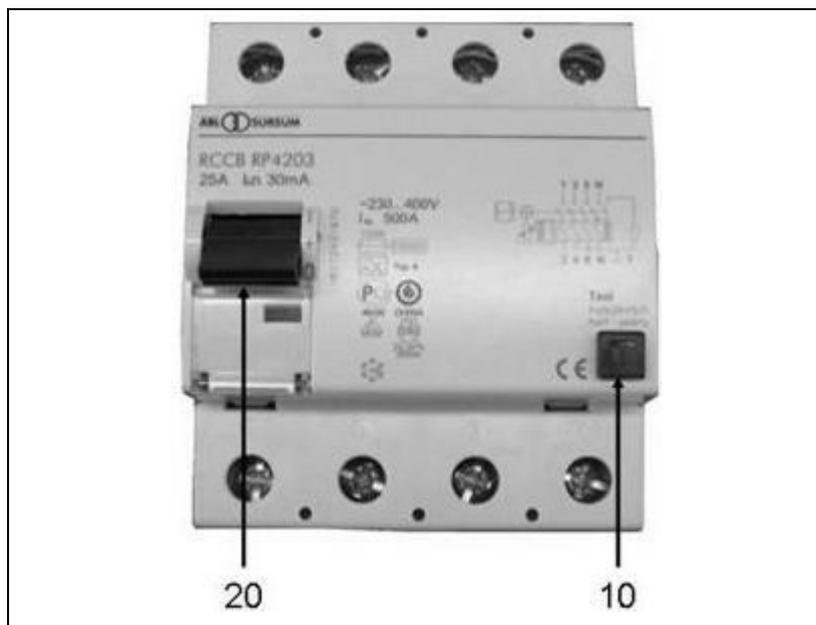

Abb. 4-8: FI-Schutzschalter
3. Zusätzlich ist durch den Benutzer arbeitstäglich durch Betätigten der Prüftaste (siehe unten Abb. 4-8-(10)) der Fehlerstrom-Schutzeinrichtung (RCD) die mechanische Funktion der Auslösung zu prüfen.
2. Schutzschalter (siehe Abb. 4-8-(20)) in Pos-1 bringen.
3. Testschalter (siehe Abb. 4-8-(10)) betätigen.
- ✓ Die Position des Schalters (siehe Abb. 4-8-(20)) zeigt das Ergebnis an: